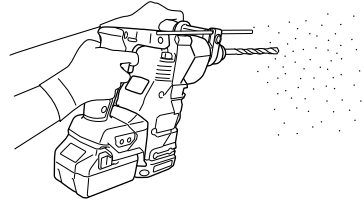

图 21
- (1) 安装钻头。
- (2) 将钻头尖端放在钻孔位置,然后拉动触发开关。(图 21)
- (3) 使用电动锤钻进行作业时,不需要用力推压。只要稍加按压,让钻碎的粉尘徐徐排出即可。
钻头碰到建筑物的钢筋时会立即停止转动。但电动锤钻又将随即转动(如图 21),因此,必需握紧侧柄和操作柄。